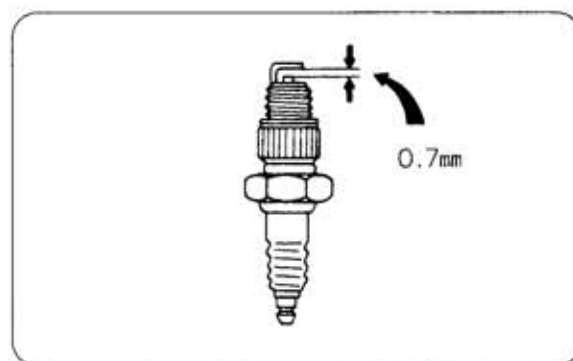

図37
- ① エンジンの調子が悪いときには、点火プラグに原因があることもあります。プラグを外し、電極に付着のカーボンを取り除き、紙ヤスリで磨いて、電極スキマを調節します。(図37)
- ② 調整が終わったら点火プラグを元の位置にねじ込みプラグキャップを確実に差込んでください。